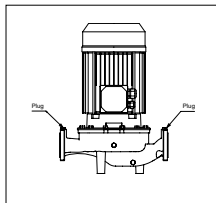

FIG 4: Tapones necesarios para comprobar el llenado de las bombas
- Retire el tapón/tapa hexagonal situado en la parte superior de la carcasa de la bomba (FIG. 4);